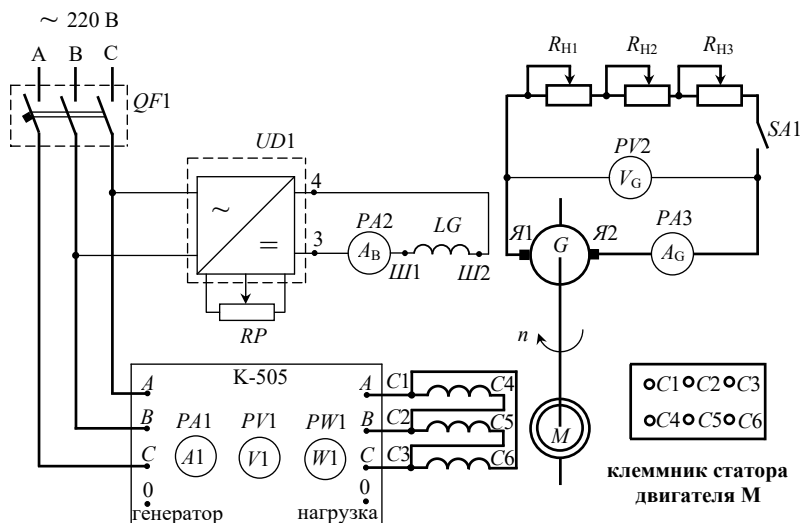

Рис. 13.1. Электрическая схема исследуемой цепи
На электрической схеме лабораторной установки (рис. 13.1) изображен асинхронный двигатель $M1$, механически соединённый с валом якоря нагрузочного генератора постоянного тока G .
2. Собрать схему экспериментальной установки (рис. 13.1). Проверить правильность собранной схемы и показать её преподавателю или лаборанту.